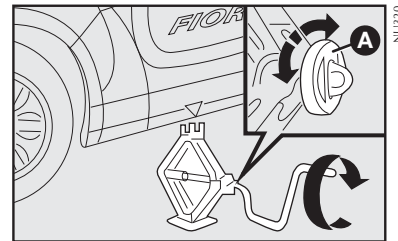

fig. 4
2) Encaixar a manivela no macaco no ponto **A-fig. 4** e girá-la para abri-la parcialmente.